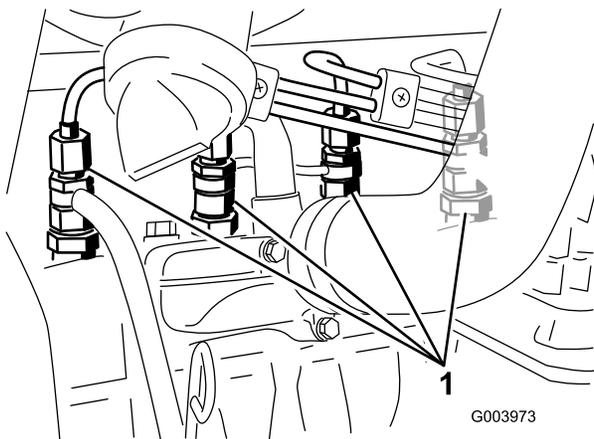

Figura 44
1. Liberte a tubagem que se encontra ligada ao injektor nº 1 e à estrutura de suporte da bomba de injeção (Figura 44).